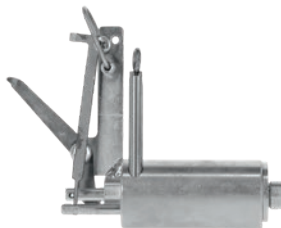

Abb. 12
9. Gerät in ausgelöstem Zustand (s. Abb. 12).
Das Gerät wurde ausgelöst, wenn sich der Spannhebel wie in Abb. 12 abgebildet befindet.